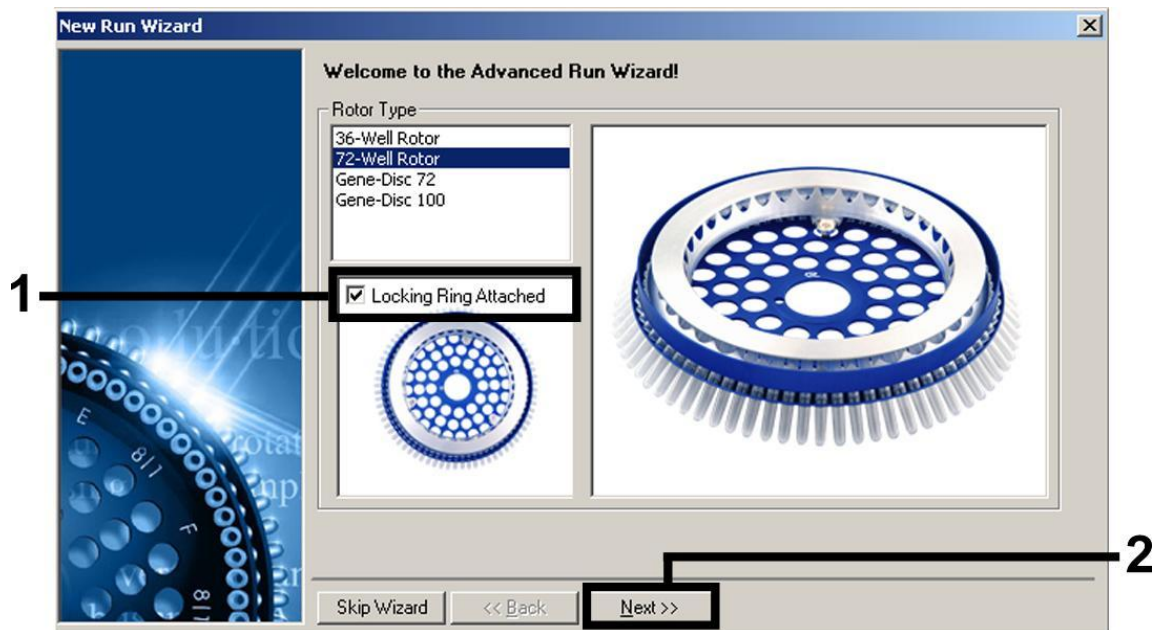

Figura 1. A caixa de diálogo “New Run Wizard”.
6. Primeiro, começar por abrir a caixa de diálogo “New Run Wizard” (Assistente de novo ensaio) (figura 1). Marcar a caixa “Locking Ring Attached” (Anel bloqueador conectado) e clicar em “Next” (Seguinte).